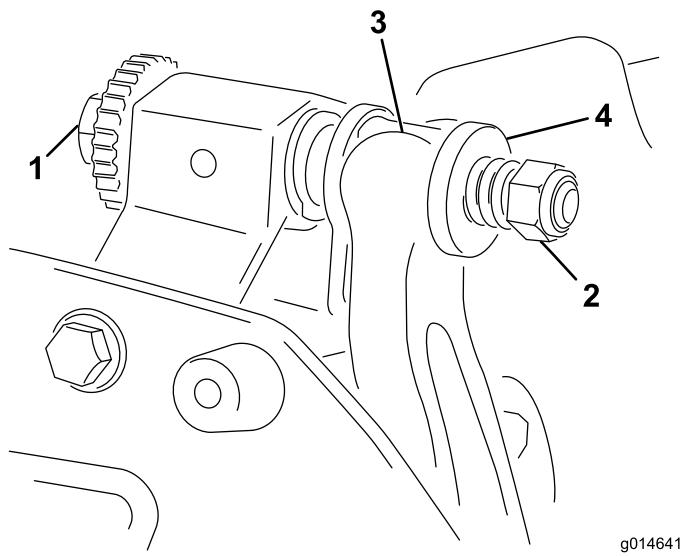

図 16
- ベッドバー調整ねじを左に回してベッドナイフとリールの接触をなくす（図 16）。
- スプリング・テンション・ナットをゆるめて、ワッシャがベッドバーを全く押さないようする（図 16）。